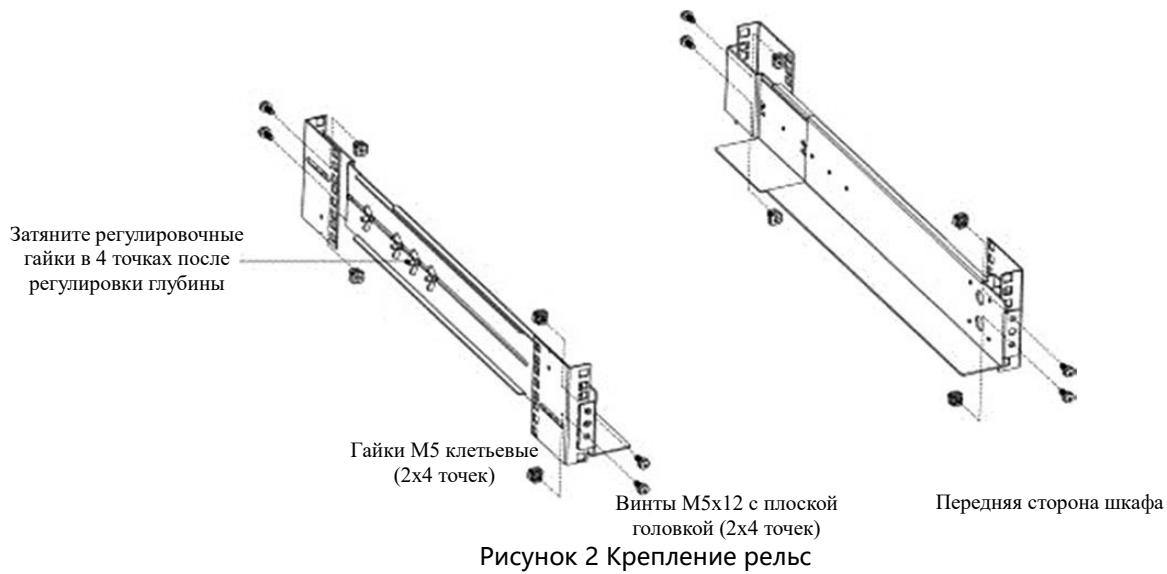

Рисунок 2 Крепление рельс
(1) Установка комплекта монтажных рельс для 19" шкафа:
- Выберите место установки ИБП в шкафу и установите направляющие, зафиксировав их спереди и сзади (см. рисунок 2). Монтажный комплект занимает четыре точки крепления, по две спереди и сзади шкафа.